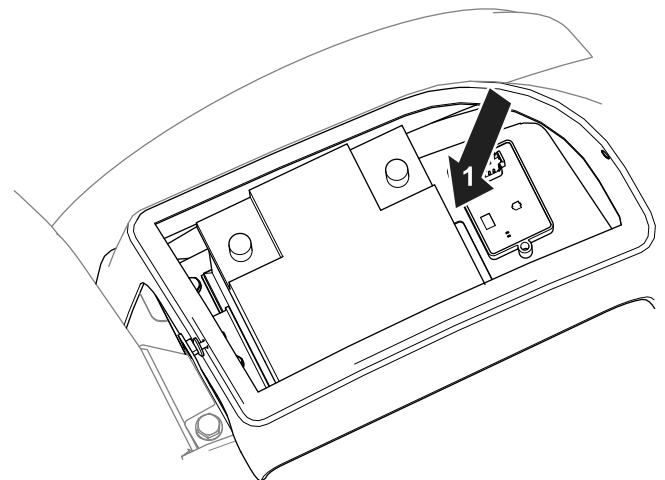

Figure 19
9. Enroulez l'excédent de faisceau et attachez à l'avant de la batterie avec un attache-câble (Figure 19).